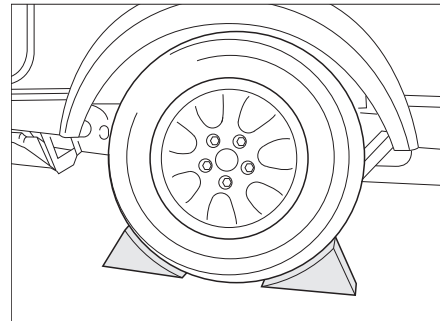

Bild 167 Fahrzeug sichern
- Bremsklötze oder ähnliche geeignete Gegenstände am gegenüberliegenden Rad unterlegen, um das Fahrzeug zu sichern (Bild 167).